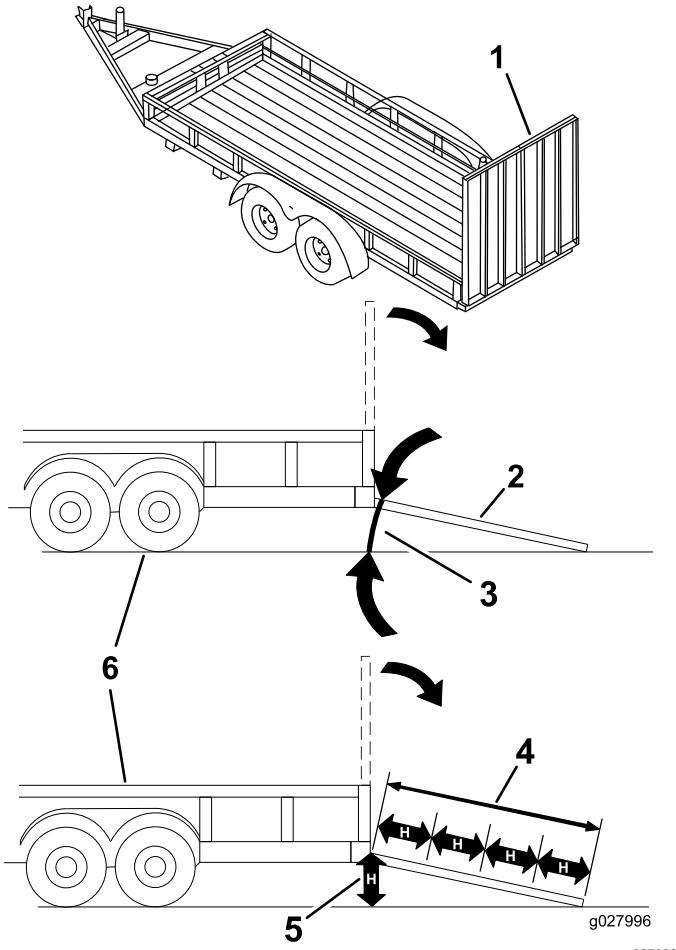

Figura 34
Quando si carica la macchina su un trailer o un autocarro si aumenta il rischio di ribaltamento, che può causare gravi ferite ed anche la morte (Figura 34).
3. Abbassate la rampa, assicurandovi che l'angolazione tra la rampa e il terreno non superi 15 gradi (Figura 34).
1. Abbassate la rampa, assicurandovi che l'angolazione tra la rampa e il terreno non superi 15 gradi (Figura 34).